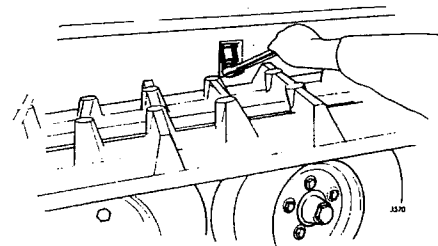

Fig 02-1. Demontering av plugg
12. Lossa växellådans fästen. Fördelningsväxellådans fästskruv går att hålla emot och ta bort sedan pluggen på vagnens utsida tagits bort, se fig 02-1.
9. Dra gummifästernas centrumskruvar 30 Nm (22 lb.ft.). Montera pluggen, se fig 02-1.